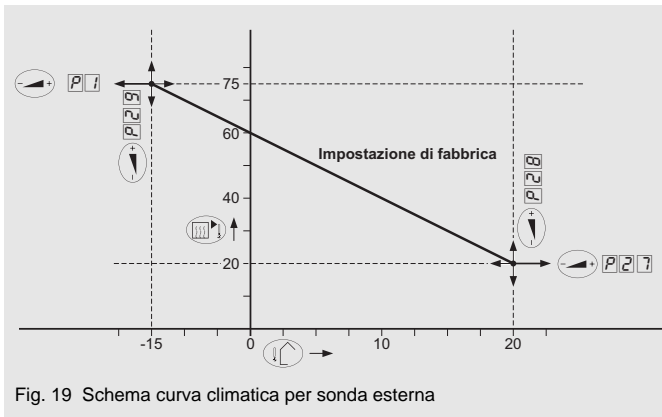

Fig. 19 Schema curva climatica per sonda esterna
- In presenza di un termostato ambiente, l'apparecchio ModuVario si basa sull'impostazione della curva climatica. Essa può essere impostata come segue, si veda fig. 19: